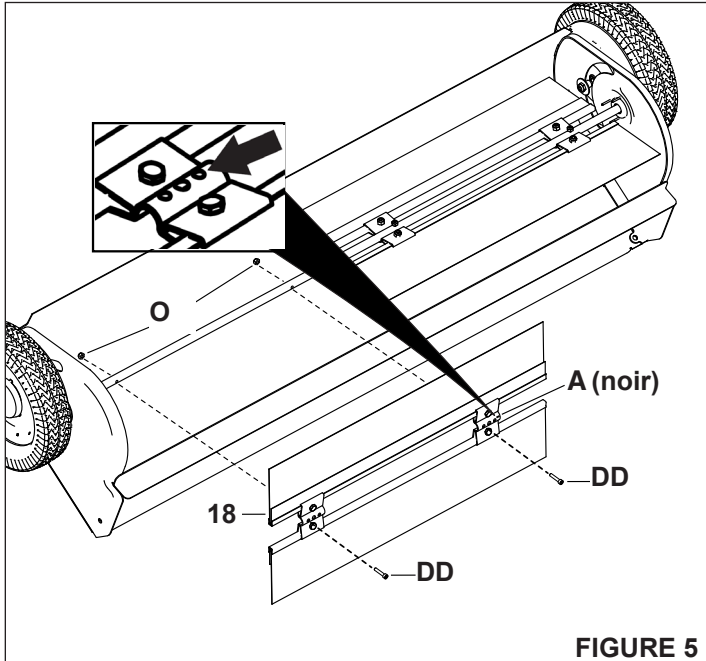

FIGURE 5
ÉTAPE 5: (VOIR LA FIGURE 5)
- Placez la brosse de la balayeuse (18) munie du dispositif de retenue noir sur l'arbre de la brosse de manière à ce que le dispositif de retenue noir soit positionné au centre de l'arbre.
- Posez les deux vis à tête creuse à six pans (DD) dans la brosse de la balayeuse (18) et l'arbre de brosse en utilisant les trous extérieurs, comme le montre la figure 5.
- Fixez le tout à l'aide de deux écrous autofreinés (O), puis serrez la quincaillerie.